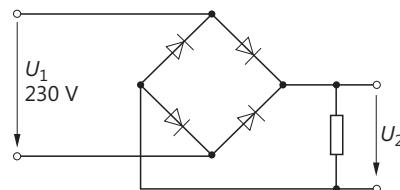

Bild 5.59 Gleichrichterschaltung
32. In Bild 5.59 ist eine Gleichrichterschaltung mit 4 Dioden in Brückenschaltung dargestellt. Wie arbeitet diese Schaltung? Stellen Sie ein Diagramm für den zeitlichen Verlauf von  $I$  und  $U_2$  dar. Die Spannung  $U_1$  ist wieder eine Sinusspannung.